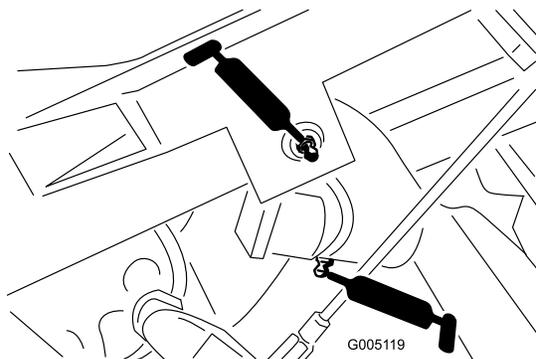

Рисунок 29
- Ось поворота подъемного рычага (3 шт.) и шарнир оси поворота (3 шт.) (Рисунок 29)